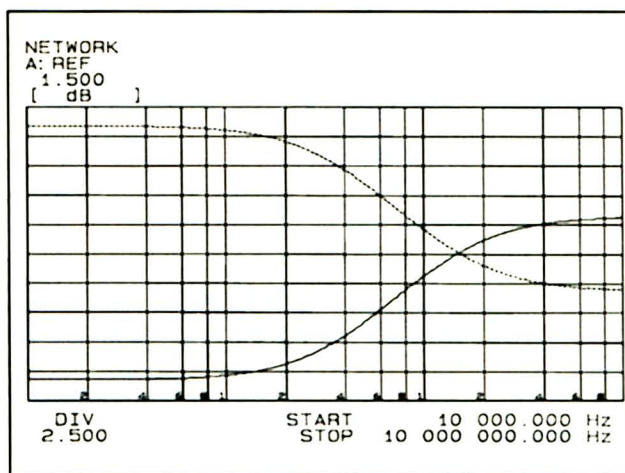

Fig. 6
La fig. 6 rappresenta la curva di preenfasi (R) e quella di deenfasi (B). Da questa immagine si osserva come le 2 curve siano complementari fra loro; il punto di intersezione a guadagno "0" di entrambe è posizionato a circa 1,3 MHz. Lo schema a blocchi di un trasmettitore ATV per le bande 2,4 / 5,7 / 10 GHz è simile a quello per i 1240 MHz, con opportune modifiche introdotte in